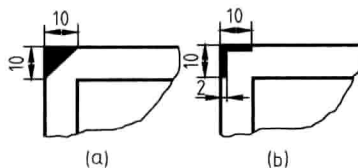

图 4
(53) 在下列图形中, 夹点数最多的是 ()。
(54) 在 AutoCAD 中给一个对象指定索引颜色一共有 () 个。
(55) 确定图 4 所示符号的含义?